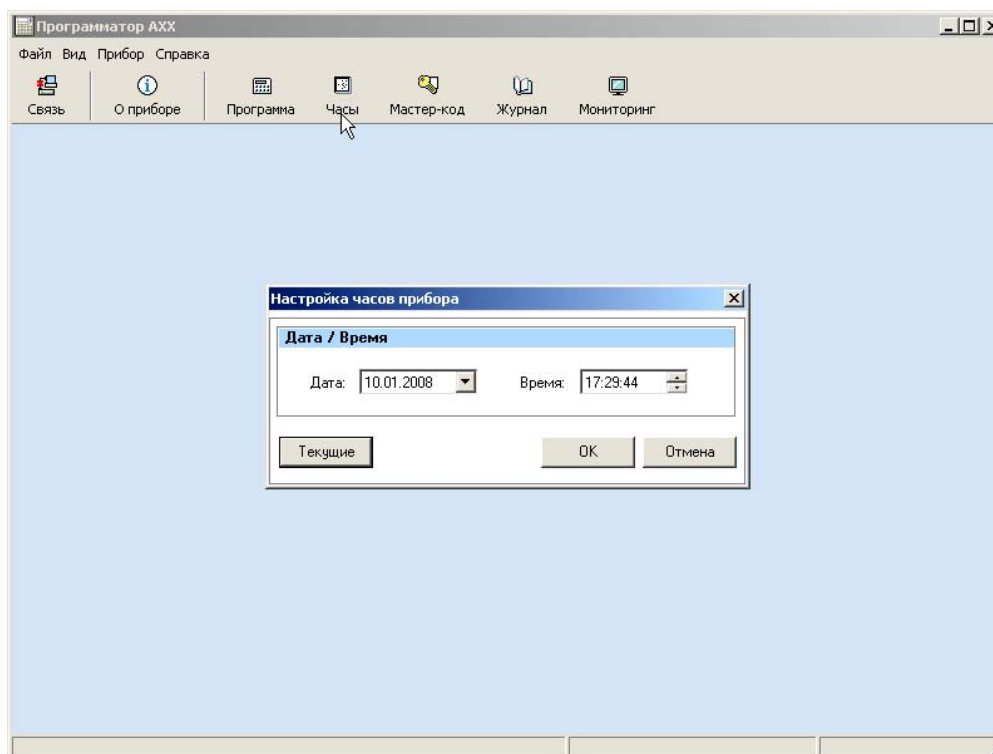

Рисунок 21 – Просмотр и синхронизация встроенных часов программируемого устройства
2.3.1.4 Сервисная иконка «Часы». Кликнув на иконку «Часы», возможно осуществить просмотр и синхронизацию встроенных часов программируемого устройства с часами реального времени, рисунок 21.